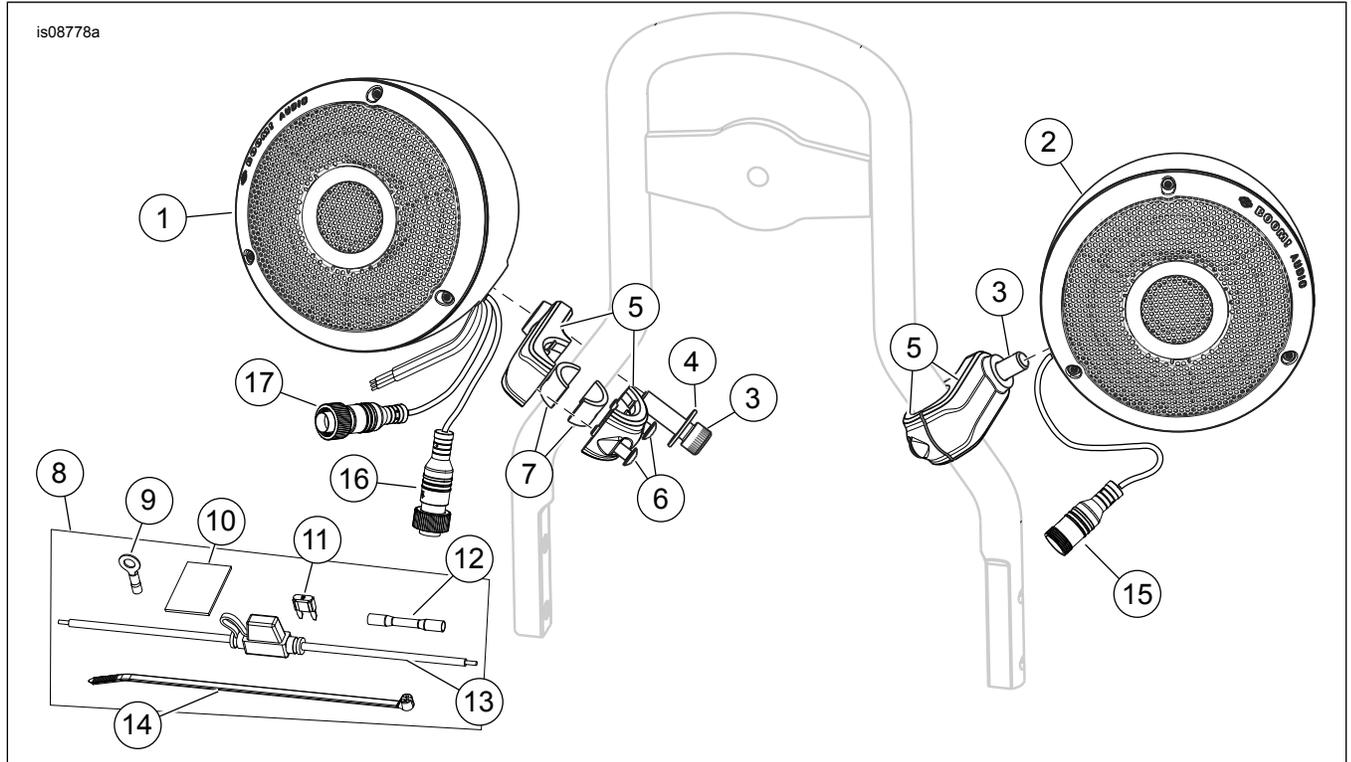

Figure 1. Pièces de rechange, kits de haut-parleurs fixés sur le montant
Voir Figure 1 et Tableau 1.
- Voir Figure 1. La nacelle de haut-parleur (1) avec **trois** connecteurs électriques doit être montée du côté **droit** du montant. La nacelle de haut-parleur (2) avec **une** connexion électrique doit être montée du côté **gauche** du montant.
- Figure 1. Les petits montants circulaires doivent être dotés de brides (5) et d'entretoises (7). Les montants carrés nécessitent des brides (5). Les brides sont dotées de découpes carrées. Les grands montants circulaires nécessitent des brides (5).